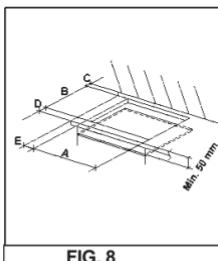
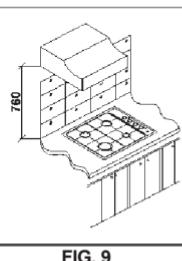

FIG. 8
FIG. 9
En la superficie del mueble componible, se ha de realizar una abertura para empotrar el aparato con las dimensiones indicadas en la fig. 8; también se han de respetar las dimensiones ilustradas en la fig. 9.
- Para evitar posibles contactos accidentales con la superficie de la caja del plano recalentada durante el funcionamiento del mismo, hay que poner un espesor de madera bloqueado con tornillos a una distancia mínima de 50 mm de la encimera (fig. 8).